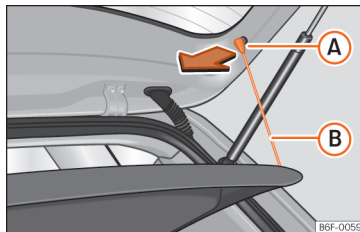

Abb. 125 Im Gepäckraum: Gepäckraumabdeckung aus- und einbauen.
- Hängen Sie die Haltebänder » Abb. 125 (B) aus den Aufnahmen (A) aus.
- Hängen Sie die Haltebänder »» **Abb. 125 B** an der Heckklappe ein.